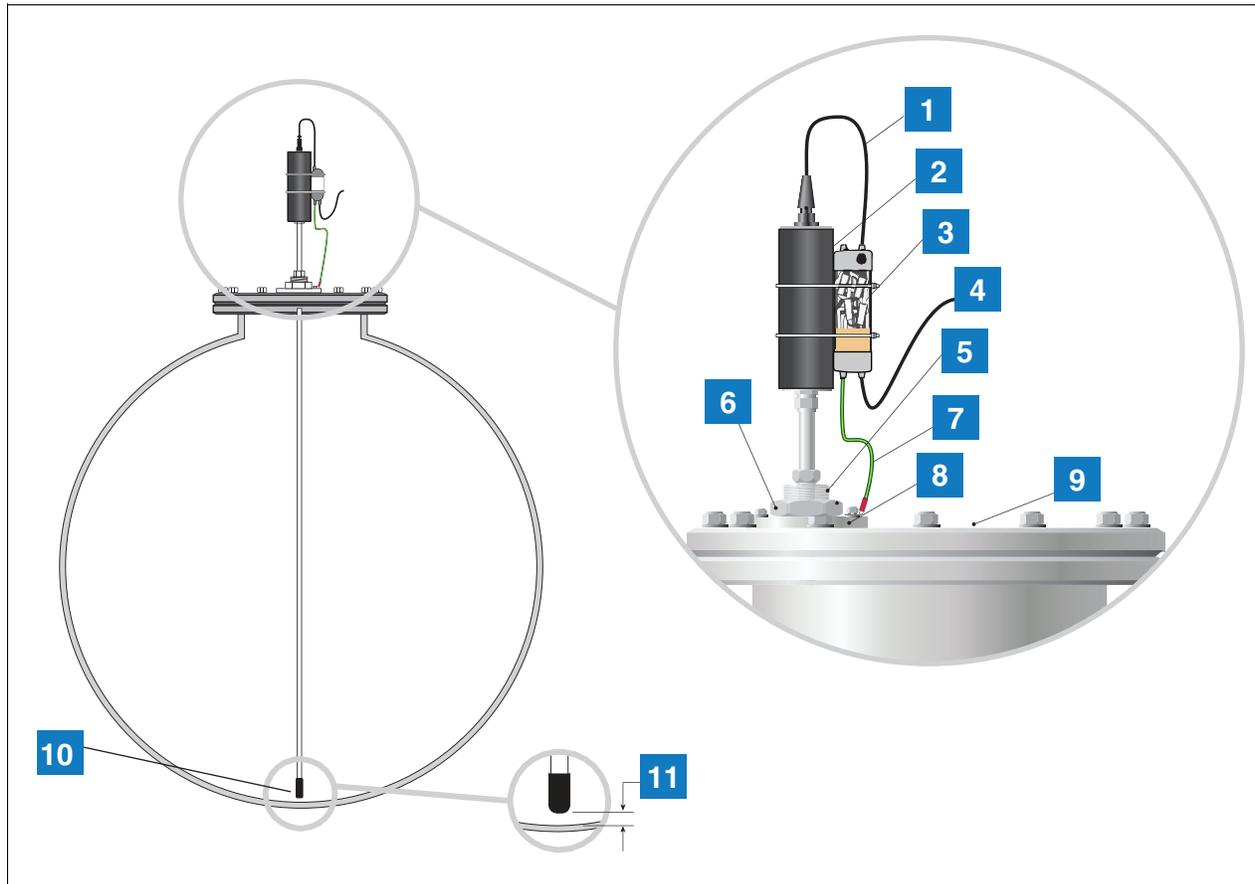

Abbildung 7. Installation der Mag-Sonde in Zone 1 mit Prozessanbindung (Buchse)
Bei bestimmten Installationen kann eine modifizierte Sondenbefestigungsanordnung bestehend aus einer Prozessanbindung (Buchse) direkt am Tankdeckel erforderlich sein, wie in Abbildung 7 zu sehen. Entweder muss ein dedizierter Abgriff oder ein geeigneter Flansch, Gewindebohrung G2, 11 Windungen je Zoll, gemäß DIN 2999 (BS2779) zur Verfügung stehen. Vor Installation oder Wartung der magnetostriktiven Sonde, trennen Sie die Wechselstromversorgung zur TLS-Konsole ab und prüfen Sie, dass die Konsole spannungsfrei ist. Während des Service stecken Sie die Sonde aus und entfernen sie aus dem Tank.
1. In Abbildung 7 sehen Sie die für diese Installation erforderliche Hardware.
7. Verbinden Sie das Anschlusskabel der Sonde mit der Feldverkabelung und benutzen Sie eine witterungsbeständige oder einen optionalen Zwei-Kanal-Überspannungsschutz, wie in Abbildung 7 zu sehen.
LEGENDE FÜR DIE ZAHLENFELDER IN Abbildung 7